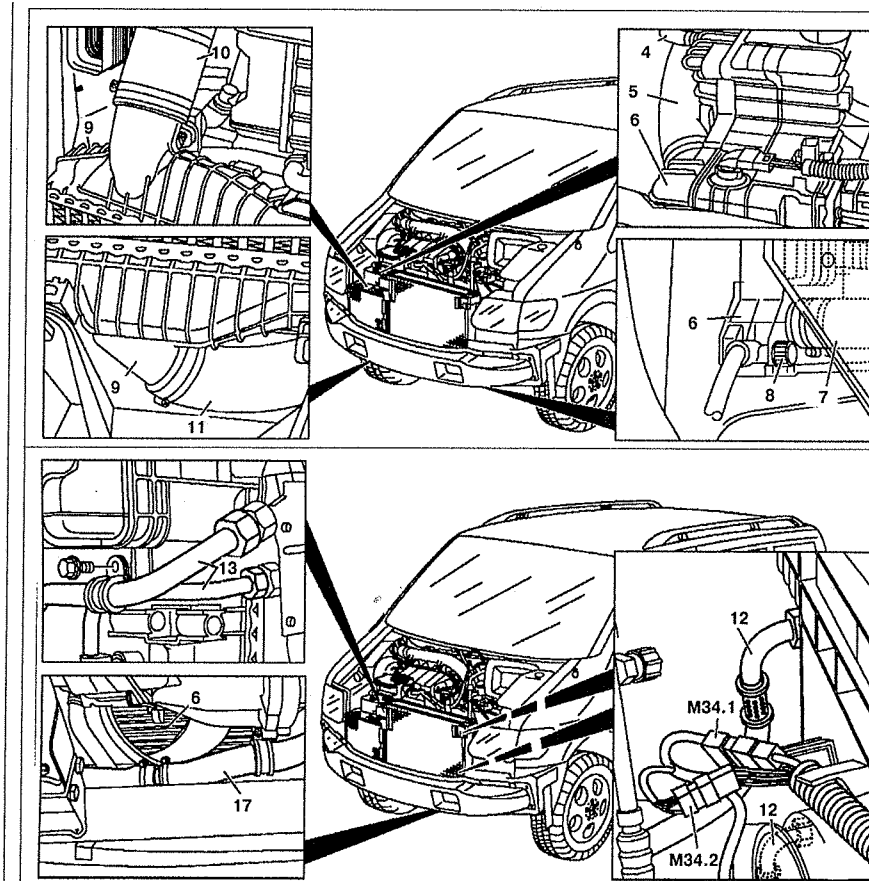

Рис. 5.35. Радиатор:
4. Отсоедините патрубки системы охлаждения 4, 5, 7 и 15 от радиатора 6 (см.рис.5.35).